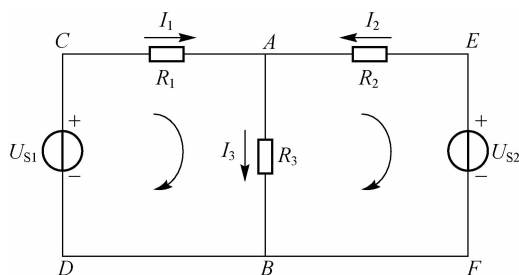

图 3-42 复杂电路
计算复杂电路主要依据欧姆定律和基尔霍夫定律,这两条定律既适用于直流电路,又适用于交流电路和含有电子元件的非线性电路,因而是分析并计算电路的基本定律。如图 3-42 所示,复杂电路包括多个电源和多个元件,因而不能直接用欧姆定律来求解。
(1)支路。由一个或几个元件首尾相接构成的无分支电路称为支路。在同一电路中,流过所有元件的电流相等。例如,在图 3-42 中, U_{S1} 和 R_1 构成一条支路, U_{S2} 和 R_2 构成一条支路, R_3 构成另外一条支路。
(2)节点。三条或以上支路的交汇点称为节点。例如,在图 3-42 中, A 、 B 两点均为节点。
(3)回路。电路中的任一闭合路径称为回路,一个回路可能只含有一条支路,也可能包含几条支路。例如,在图 3-42 中, $ABFEA$ 、 $EFDCE$ 、 $ABDCA$ 都是回路。
(4)网孔。回路内部不含有支路的最简单的回路称为网孔。例如,在图 3-42 中, $ABFEA$ 、 $ABDCA$ 是网孔,而 $EFDCE$ 不是网孔。